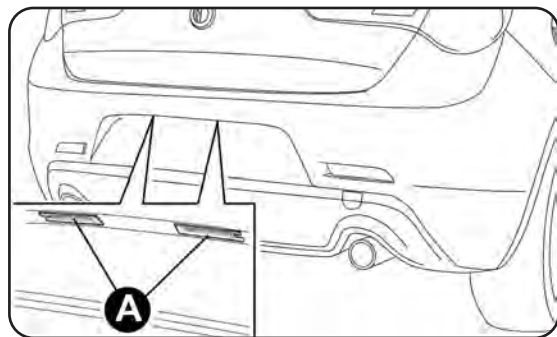

fig. 139
- quite los grupos luces de matrícula A-fig. 139;